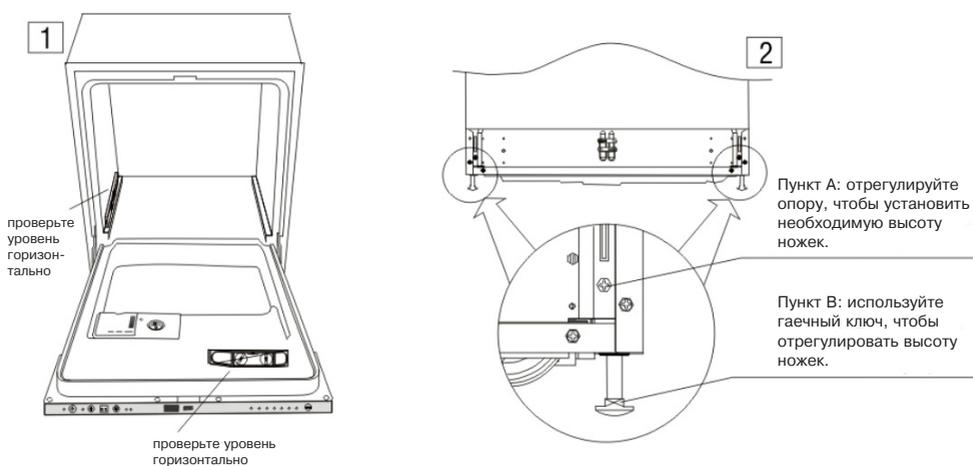

Рис. 8. Регулирование горизонтального положения машины.
1. Положите уровень на дверцу и нижний рельс (см. п.1 на рис. 8) чтобы выровнять машину.
2. Машина разработана так, чтобы пользователь мог регулировать ножки, используя винты в передней части (см. п.2 на рис.8).